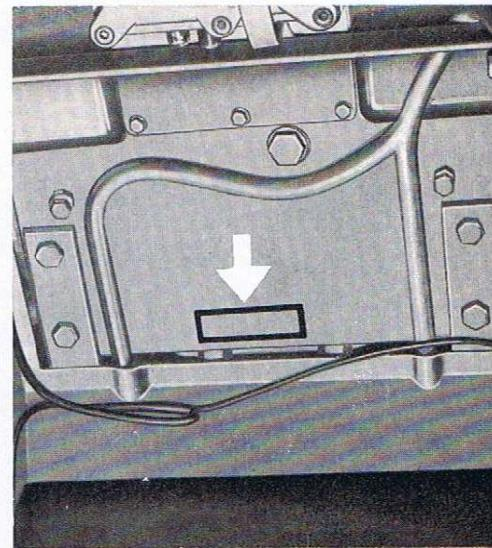

Fig. 2
N. DELLA TRATTRICE: stampigliato in alto sulla parte posteriore del corpo trattore (visibile togliendo il cuscino) Fig. 2.
NUMÉRO DU TRACTEUR: frappé à froid en haut sur la partie postérieure du corps du tracteur (visible en enlevant le coussin du siège). Voir figure 2.
NR. DES SCHLEPPERS: markiert oben auf der Rückseite des Schlepperkörpers (sichtbar bei Abnahme des Kiss Bild 2).